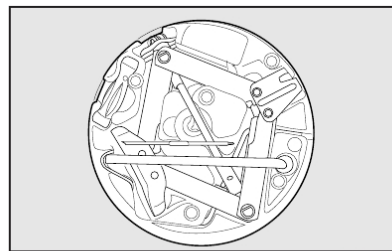
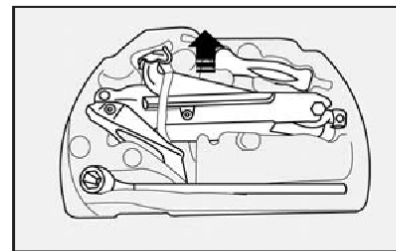

fig. 3
fig. 4
- Soltar as ferramentas, e remover o macaco fig. 3 ou fig. 4 de acordo com a versão do veículo puxando-o de sua sede.